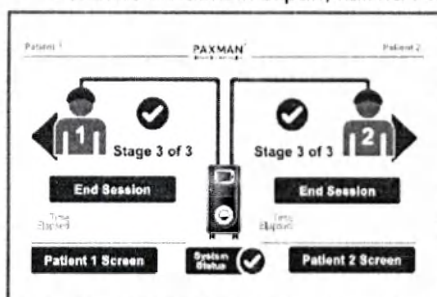

Рис. 40.
- После чего нажмите **YES** в качестве окончательного подтверждения, чтобы завершить лечение. Рис. 40.
- После истечения времени таймера появится экран с подтверждением окончания лечения. Рис. 40. Нажмите **YES**.